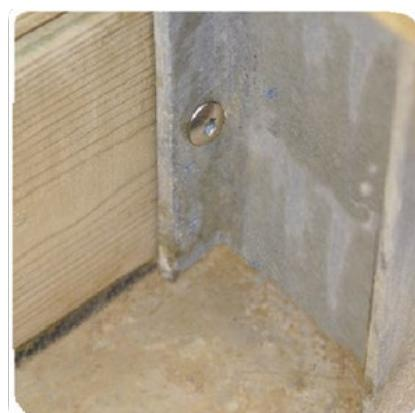

Figure 9 – Verrouillage des madriers sur les jambes de force
- sur les 4 jambes de force (celles-ci sont pré percées, comme montré à la *Figure 9*) à l'aide de 36 vis penture torx  $6 \times 30$  en inox A2 torx (sachet D).